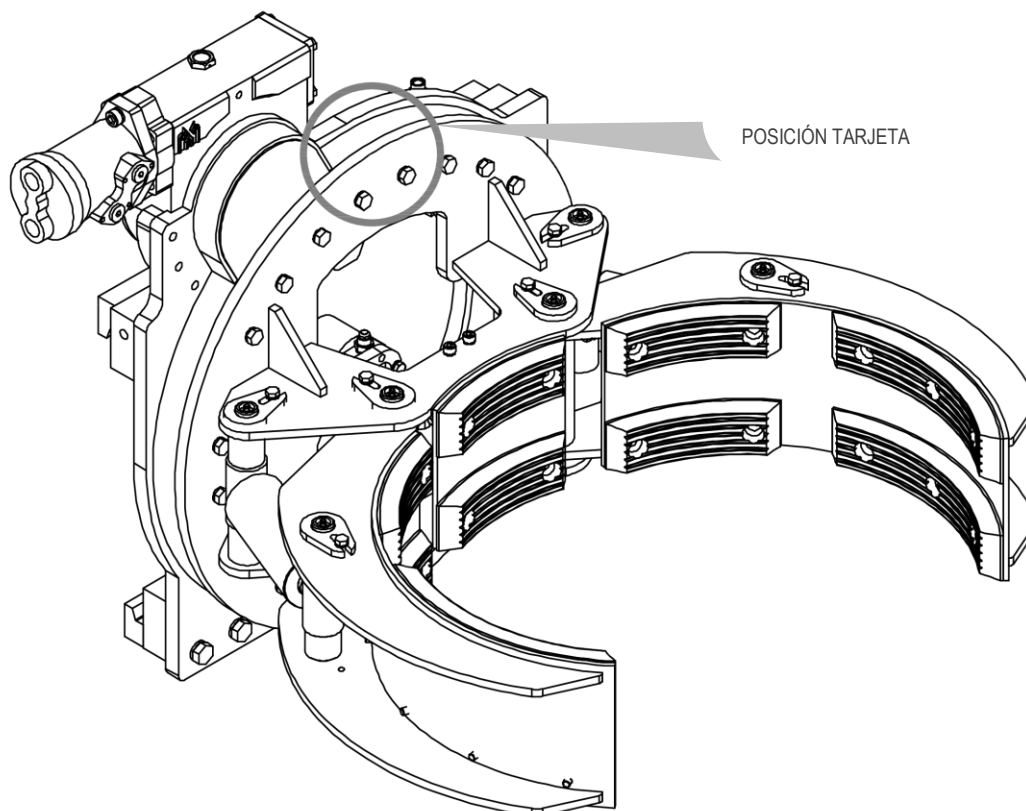

Figura 1
Todos los implementos A.T.I.B. – “PINZA PARA UN BIDÓN ROTATORIA DE 360° TIPO 636” son identificados de una tarjeta adhesiva (mira *Tabla 1*) puesta sobre el implemento (la posición de la tarjeta de identificación puede variar según el implemento, mira *Figura 1*). siempre referirse a la matricula.
5. Para la manipulación, utilice correas o cadenas del tamaño adecuado para el peso del implemento indicado en la tarjeta (mira *Figura 1* e *Tabla 1* a pag.6).
11. Conecte el circuito hidráulico; asegurándose de que la presión de trabajo de las tuberías sea superior o igual a la indicada en la tarjeta identificadora (mira *Figura 1* y *Tabla 1* a pag.6).
6. Para la manipulación, utilice correas o cadenas del tamaño adecuado para el peso del implemento indicado en la tarjeta (mira *Figura 1* y *Tabla 1* a pag.6).